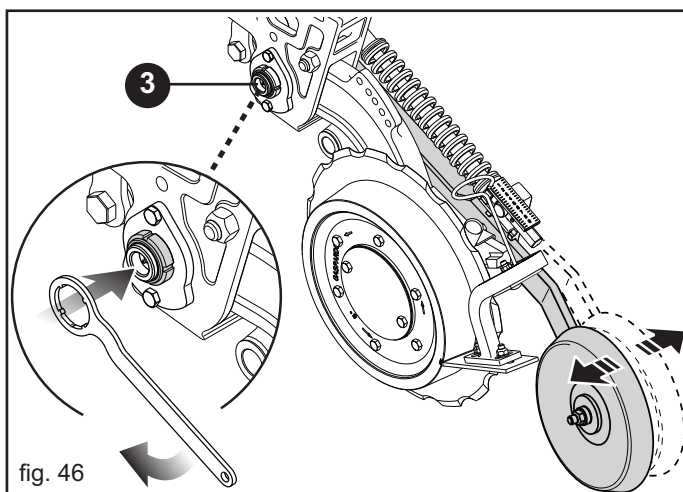

fig. 46
**Regolare periodicamente l'eventuale gioco della ruota copriseme posteriore (Fig. 46):**
- serrare con cautela la ghiera (3) verificando il gioco della ruota copriseme posteriore.